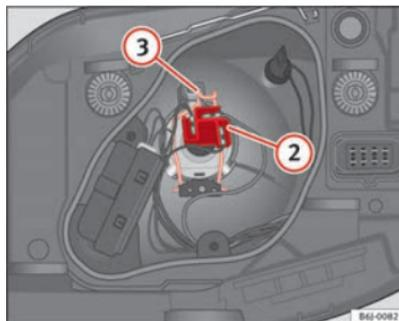

Fig. 148 Luz de cruce/ca-
- Extraiga el conector ⇒ fig. 148 ② de la lámpara.
- Desenganche el resorte retentor ⇒ fig. 148 ③ presionándolo hacia dentro y a la derecha.